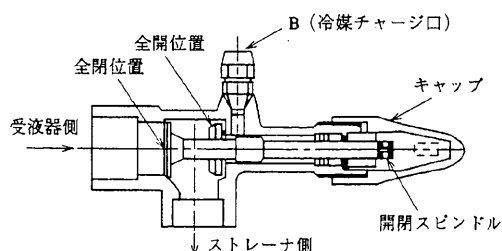

図11 液出口止弁
- (6) 次に受液器液出口止弁を全閉にし、低压側クーラのファンを始動します。(図11. B部へポンペを接続)